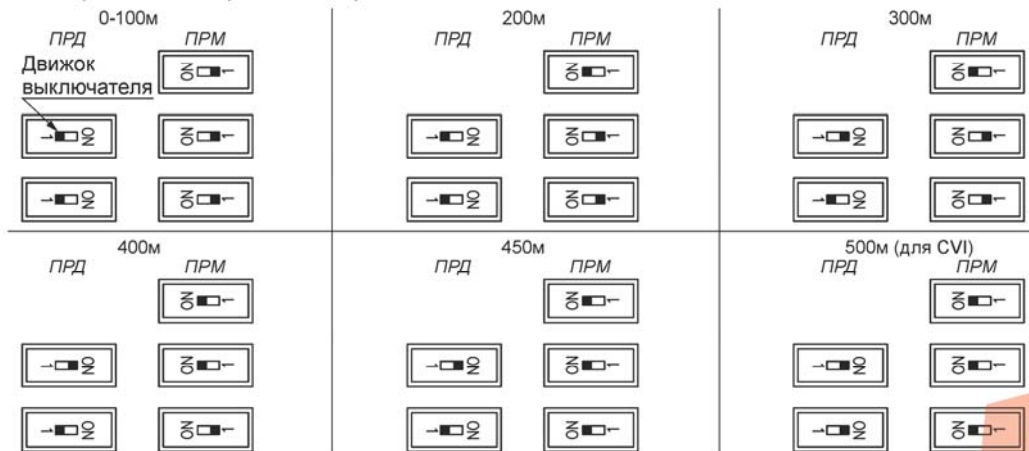

Рис.6 Выбор дальности переключателями дальности (на задней стенке корпуса)
2. Положение переключателей передатчика и приемника для разных дальностей показано на рис.6.